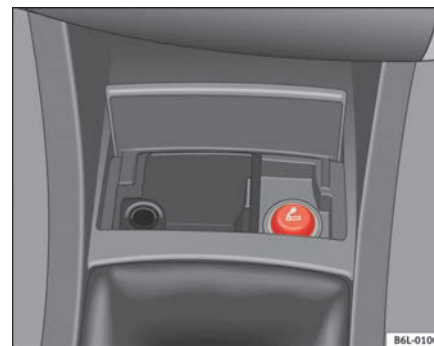

Abb. 83 Zigarettanzünder
- Drücken Sie den Zigarettenanzünder ⇒ Seite 117, Abb. 83 zum Einschalten hinein ⇒ .